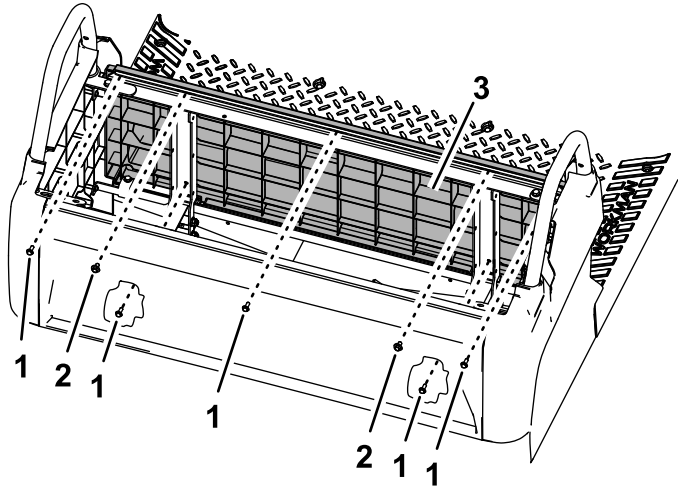

图2
2. 卸下 5 个螺栓#10 x 1/2 英寸和 2 个垫圈-螺栓组件图2。
5. 卸下后座椅底座面板图2。